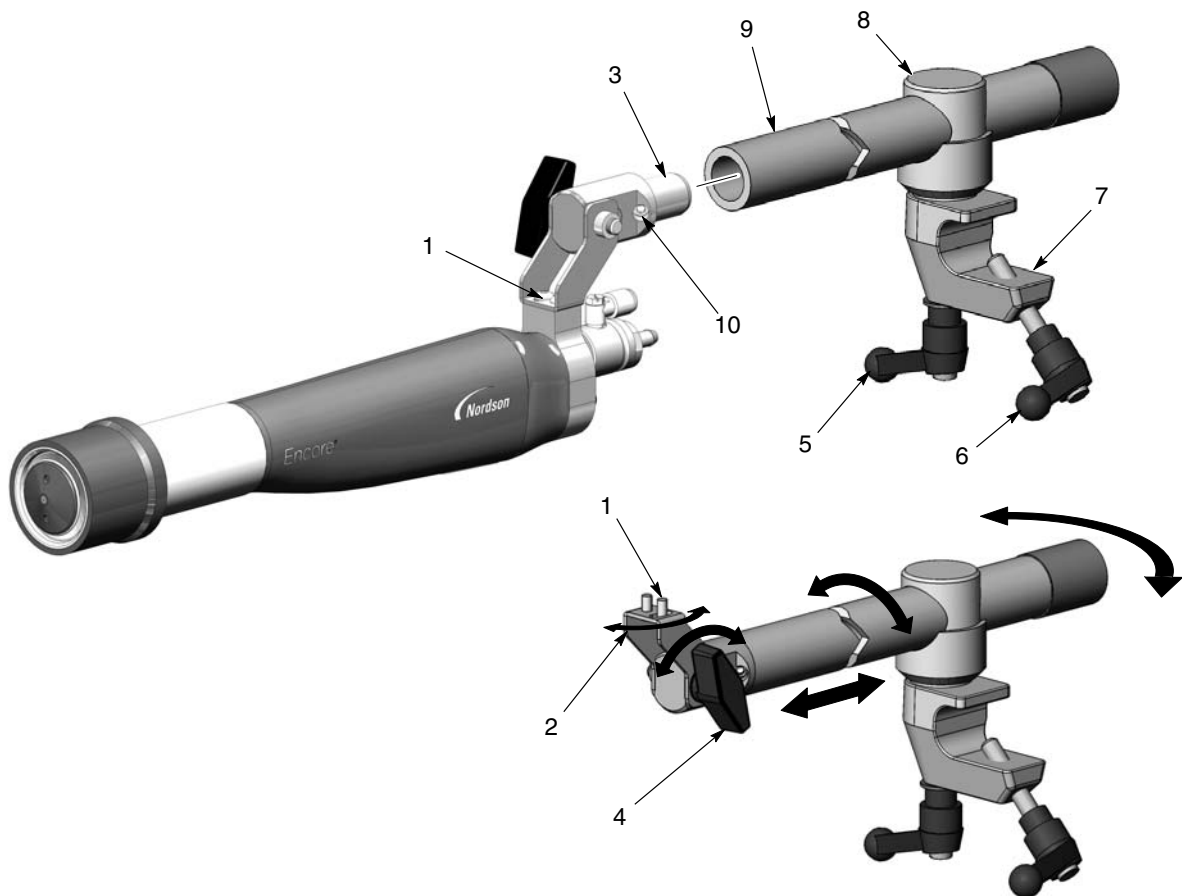
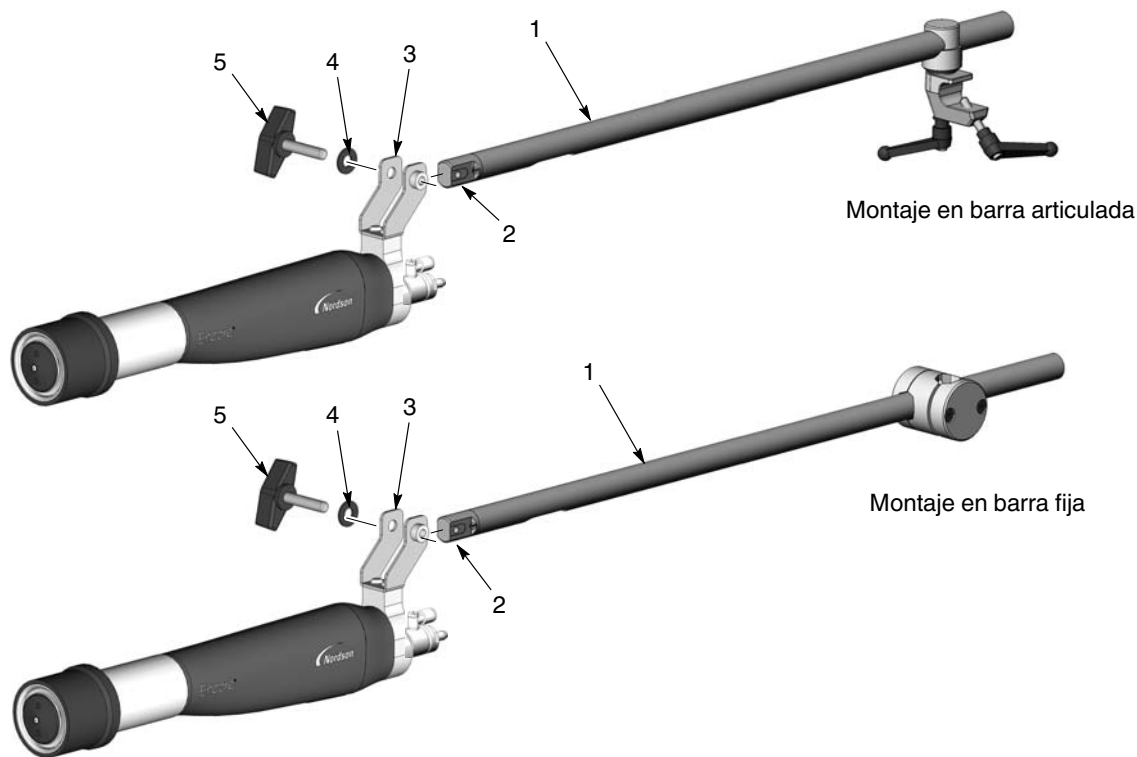
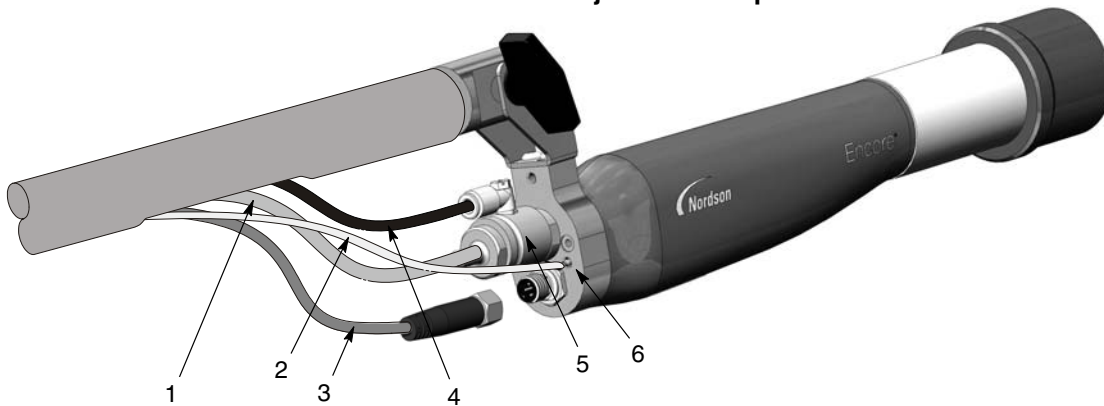

Figura 3-1 Barra articulada estándar-montaje de la pistola
Figura 3-2 Kits de montaje en barra de pistola opcional
Figura 3-3 Conexiones de pistola – boquilla cónica mostrada
1. Ver la figura 3-1. Instalar el adaptador de tubo (3) al final de la varilla de ajuste (9) y fijarla apretando el tornillo de ajuste (10) con una llave hexagonal de 4 mm.
- Para desplazar la punta de la pistola de lado a lado, aflojar el tornillo de cabeza redonda derecho (1).
- Para inclinar la punta de la pistola hacia arriba o hacia abajo, aflojar el botón de inclinación (4).
- Para girar la varilla de ajuste o deslizar la varilla de ajuste hacia delante o hacia atrás, soltar la manivela de bloqueo (5).
2. Colocar la abrazadera (7) en una barra de montaje de 1 pulgada y apretar la manivela de fijación (6).
3. Atar la manguera de polvo, el tubo de limpieza de aire de electrodos transparente de 4 mm, y el cable de la pistola y fijarlos a la varilla de ajuste con las tiras de velcro de Nordson. Conectarlos a la pistola de aplicación, tal y como se muestra en la figura 3-3.
Ver la figura 3-2. Los kits de montaje de barra opcionales tienen unas varillas de ajuste de gran diámetro interior(1) pueden dirigirse a través de la manguera de polvo, el tubo de aire, y el cable de la pistola. El adaptador de tubo (2) suministrado junto con la pistola de aplicación no puede utilizarse con estos kits. Debe sustituirse por el adaptador de tubo proporcionado con los kits.
1. Desatornillar y extraer el botón y la arandela (5, 4) desde el soporte de montaje de la pistola (3).
3. Deslizar el extremo del adaptador de tubo opcional (2) en el soporte de montaje de la pistola y alinear el orificio en el extremo del adaptador de tubo con los orificios ubicados en el soporte de montaje de la pistola.
5. Ver la figura 3-3. Tirar (en el orden siguiente) del cable de la pistola, el tubo de limpieza de la manguera de polvo de 4 mm, y de la manguera a través del tubo de montaje final y fuera del corte. Conectarlos a la pistola de aplicación, tal y como se muestra en la figura 3-3.
Ver la figura 3-3.